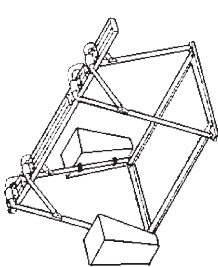

Fig. 3
6. Introdurre in ciascun contenitore: kg.153 di zavorra per una massa complessiva di kg. 306 con supporto a cavalletto p.ta massima di kg.300, indi chiudere i contenitori con coperchi e lucchetti (vedi fig.3). E' assolutamente vietato riempire i contenitori di zavorra con materiale liquido.